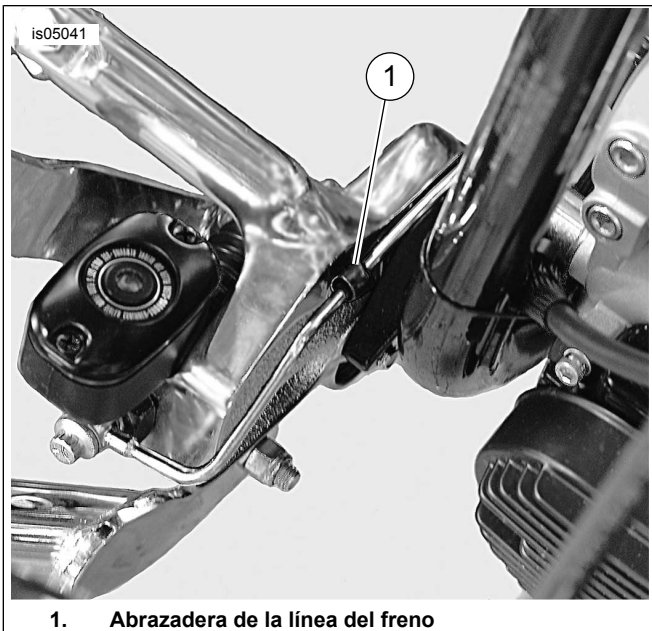

Figura 2. Abrazadera de la línea del freno
3. Vea la Figura 2. Instale la abrazadera (1) alrededor de la línea del freno y apriete el sujetador a 3,4 N·m (30 in-lbs).